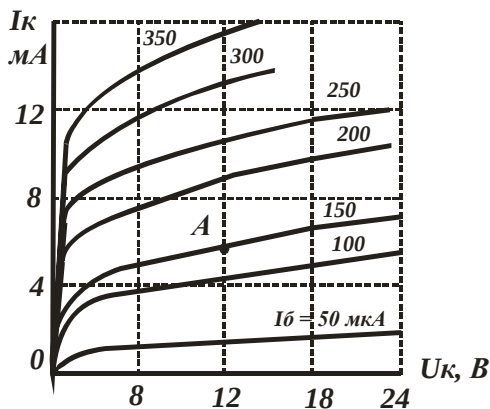

Рис. 4. 2
4.19. По семейству выходных характеристик транзистора КТ339А в схеме с общим эмиттером (рис. 4. 2) определить ток базы I_B и напряжение на коллекторе U_K в рабочей точке А, в которой ток коллектора $I_K = 6 \text{ мА}$, а мощность, рассеиваемая на коллекторе $P_K = 72 \text{ мВт}$.